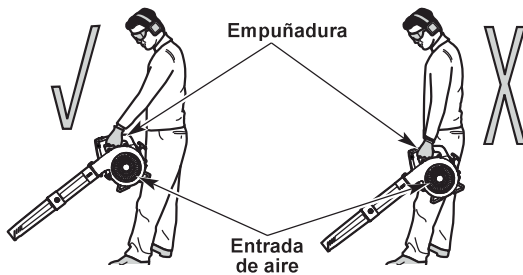

Fig.12
Póngase en pie en posición de trabajo (Fig. 12). Permanezca de pie y erguido. No se incline.
Para evitar lesiones personales graves o daños en la herramienta, NO la sostenga a su lado (Fig. 12) ya que el motor puede estar extremadamente caliente. NO bloquee la entrada de aire.
- (Fig. 12)